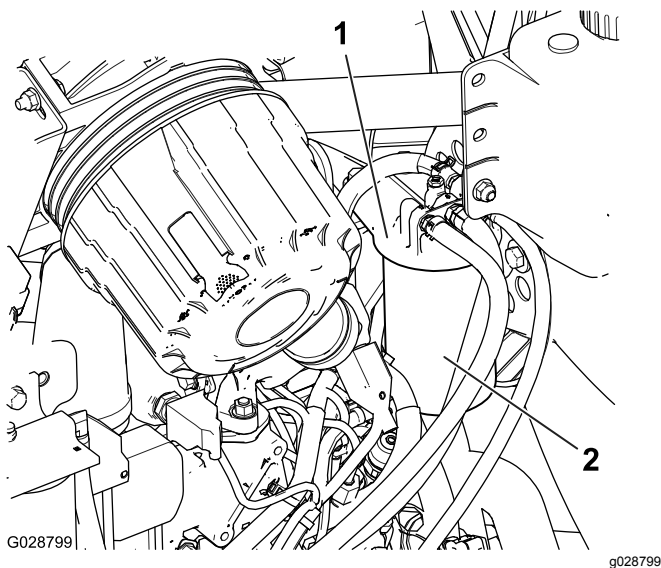

Figura 59
1. Limpe a zona em torno da cabeça do filtro de combustível (Figura 59).
2. Retire o filtro e limpe a superfície de montagem da cabeça do filtro (Figura 59).